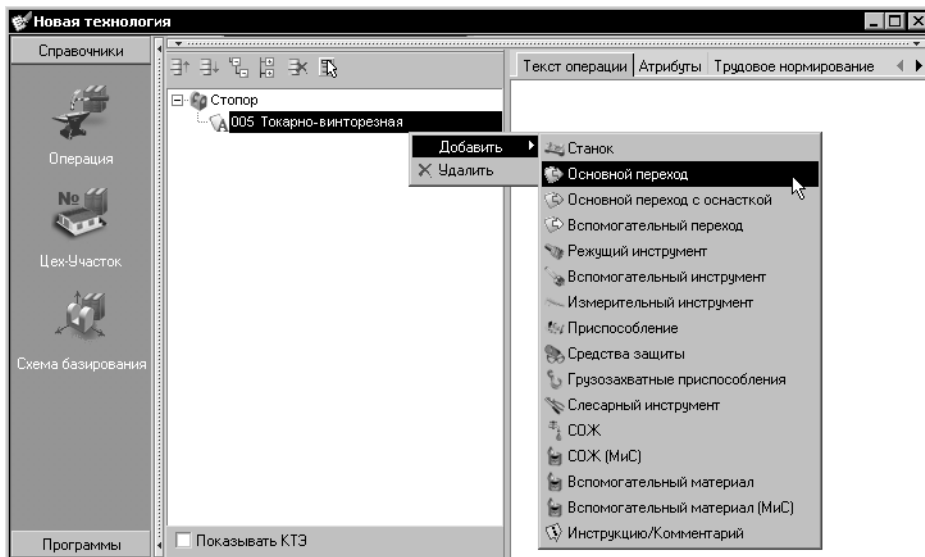

Рис. 9.7. Формирование основного перехода через контекстное меню
4. В контекстном меню (рис. 9.7) выберите пункты **Добавить — Основной переход** (если требуется сформировать основной переход) или **Добавить — Вспомогательный переход** (если требуется сформировать вспомогательный переход).